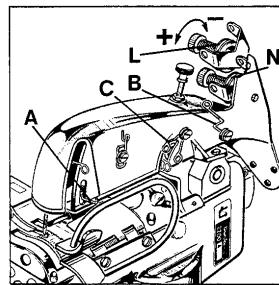

Fig. 13
Set the needle thread take-up (A, Fig. 13) so that the needle thread contacts the hook (A) just when the needle thread loop leaves the looper point.
Stellen Sie den Nadelfadenzug (A, Fig. 13) so ein, daß der Nadel-faden den Haken (A) berührt, wenn die Nadelfadenschlinge die Greiferspitze verläßt.